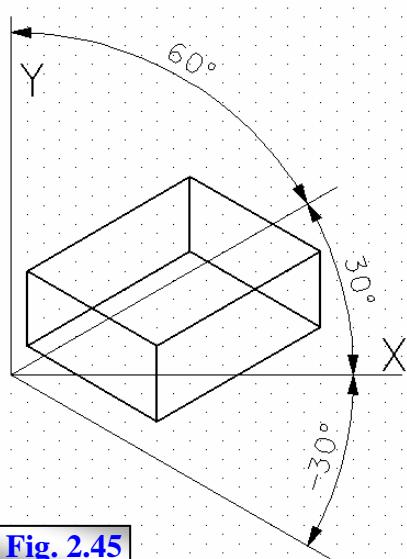

Fig. 2.45
- **Isometric** – care creează un grid decalat cu 30° în raport cu direcția axei X, fig.2.45 ;